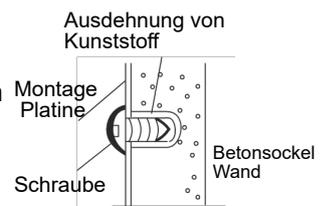

Abb. 3.4
- 2) Befestigen Sie die Montageplatte mit der Schraube (siehe Abb. 3.4).